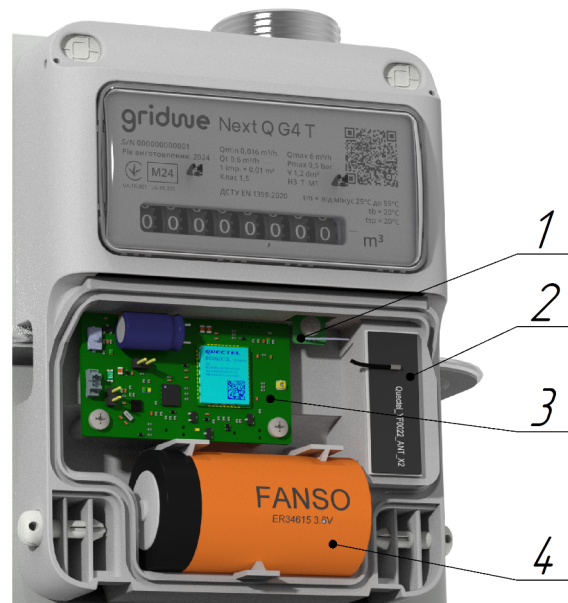

Рисунок 3 – Схема відсіку електронних компонентів
5.8 Зв'язок між механічною системою та електронним модулем лічильника, утворюється за рахунок встановленого на останньому барабані після коми постійного магніту, дію магнітного поля якого фіксує чутливий електронний компонент, розташований у герметичному відсіку електронних компонентів (Рисунок 3). Чутливий електронний компонент передає інформацію на плату, що рахує імпульси, а далі накопичені дані за визначеним алгоритмом передаються на сервер диспетчерської по каналу стільникового зв'язку стандарту Nb – IoT.